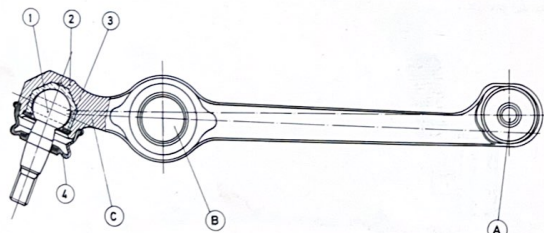
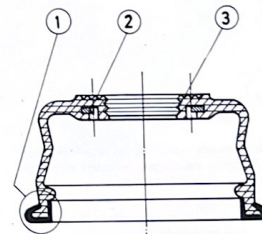
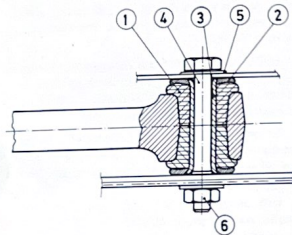

Fig. 5.3.-Brazo oscilante inferior.
Fig. 5.6.-Protector de rótula.
Fig. 5.7.—Unión del brazo oscilante a la carrocería.
El brazo oscilante tiene tres alojamientos (A, B y C, fig. 5.3.) para sus fijaciones a la carrocería, la barra estabilizadora y el pivote.
Este sistema de articulación va fijado por medio de un anillo elástico (3, fig. 5.3), y protegido por un protector (4, fig. 5.3 y fig. 5.6), el cual lleva dos refuerzos (1 y 2, fig. 5.6), y tres acanaladuras (3, fig. 5.6) que realizan el contacto entre el protector y el perno.
El alojamiento (A, fig. 5.3) del brazo oscilante en la carrocería, está constituido por un orificio en donde se acoplan dos casquillos (1, fig. 5.7) fijados por el remachado del tubo (3) sobre las arandelas (2). La fijación a la carrocería se realiza por el perno (4) y la tuerca (6).